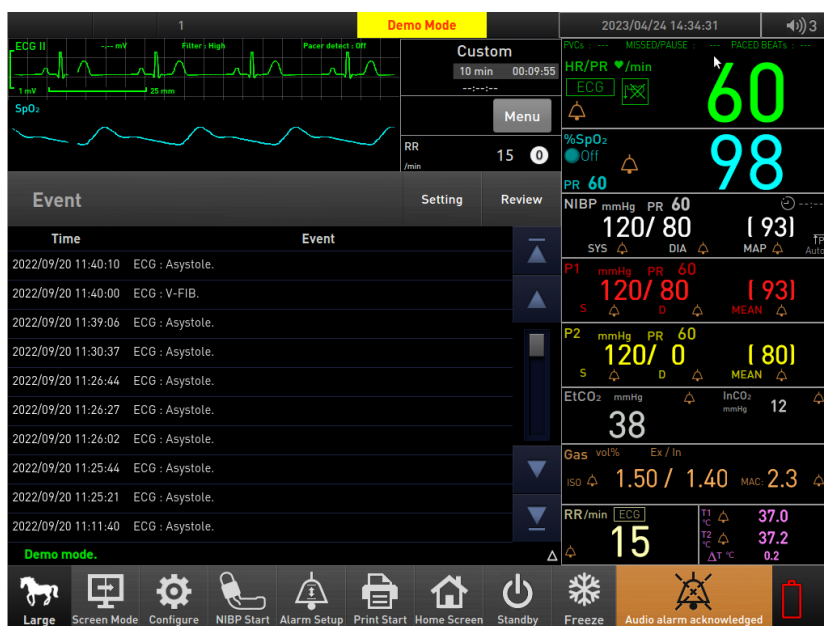

Figure 38. Affichage de la liste Analyse des événements
2. Si l'icône de liste d'événements est sélectionnée, la liste d'analyse des événements s'affiche (voir Figure 38).